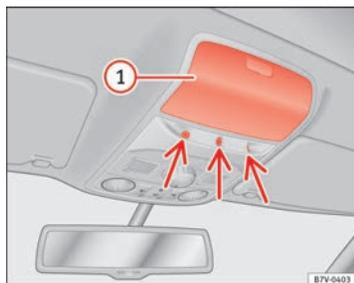

Fig. 48 En la consola del techo: sensores de vigilancia del habitáculo.
Cierre el compartimento portaobjetos ⇒ fig. 48 ① de la consola del techo, pues de lo contrario no se garantiza la función de vigilancia del habitáculo (flecha) sin restricciones.